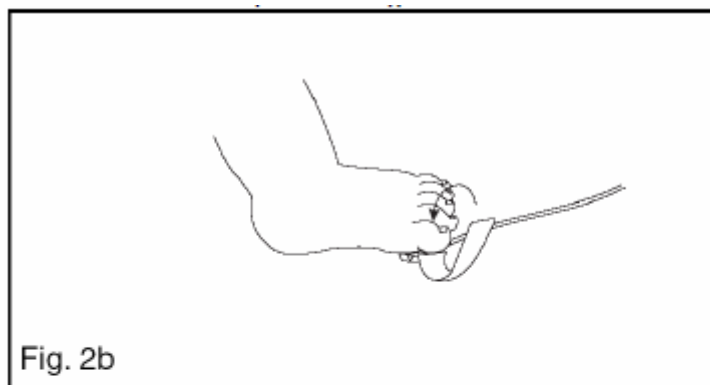
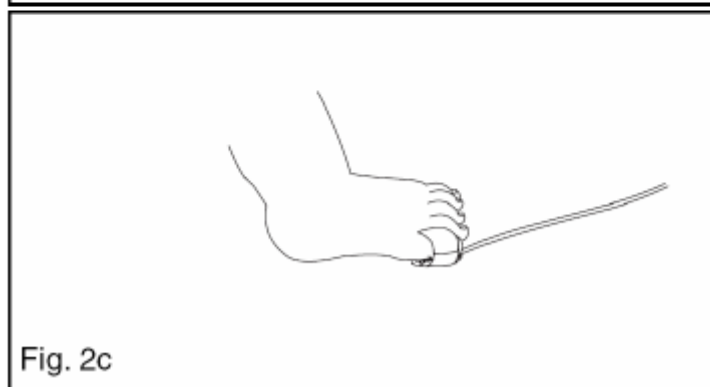

Fig. 2b
Fig. 2c
3. Coloque o sensor à volta do pé e assegure-se de que a janela do emissor (marcado com uma estrela) fica alinhada no topo do dedo diretamente diante do detector. Envolve a ligadura à volta do dedo do pé enquanto mantém o correto alinhamento das janelas do detector e do emissor (Fig. 2b). A cobertura completa da janela do detector é necessária para assegurar a exatidão dos dados (Fig. 2c).